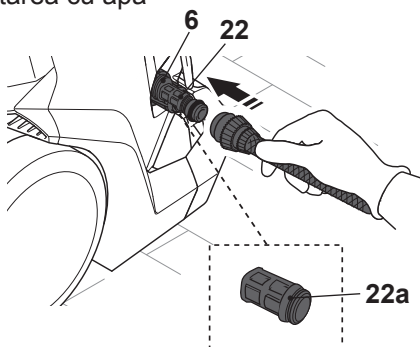

Fig. 14
1. Atașați adaptorul racordului de apă la furtun (22) la racordul de apă (6) (Fig. 14).
2. Atașați un furtun de apă adecvat (nu este inclus) pe alimentarea cu apă și apoi celălalt capăt pe adaptorul racordului de apă la furtun (22).